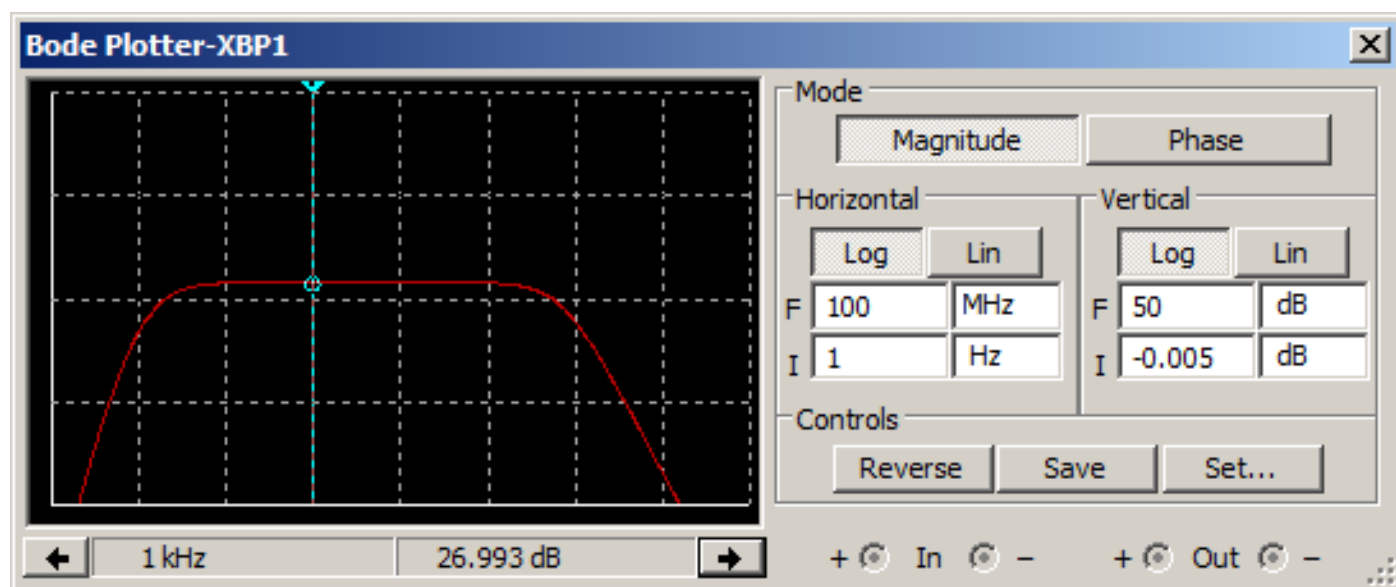

Рисунок 3.
3.7 Откройте плоттер Боде (ХВР1). Выставьте величины указанные в таблице. Включите источник питания схемы. Определите коэффициент усиления K_{V} на частоте 1 КГц (рис.3).